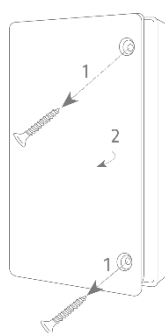

Figure 2
- Desserrez les 2 vis et ouvrez le couvercle (figure 2).